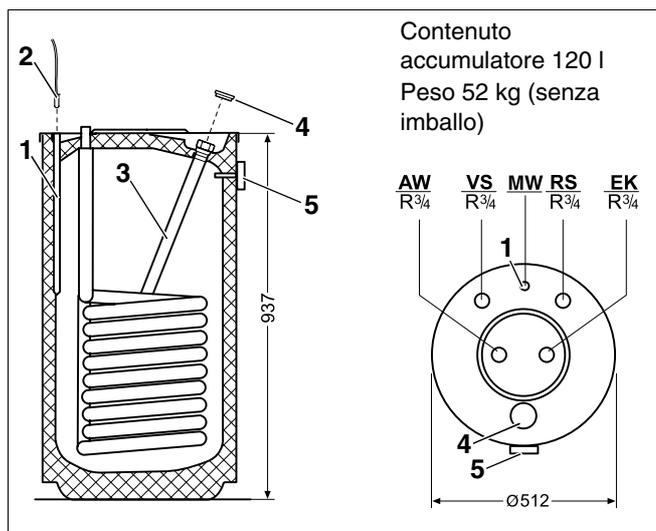

Fig. 1 Attacchi e dati tecnici (Dimensioni in mm)
- Inserire il sensore temperatura acqua calda (fig. 1, **pos. 2**) con il morsetto a molla fino all'arresto sul fondo del tubo del sensore (fig. 1, **pos. 1**).
Per indicare la temperatura dell'acqua calda è montato un termometro (fig. 1, **pos. 5**).
- Chiudere l'entrata di acqua fredda (EK). Per areare aprire il rubinetto posto più in alto.
- Togliere il tappo di materiale sintetico con un cacciavite (fig. 1, **pos. 4**).
- Svitare l'anodo di magnesio (fig. 1, **pos. 3**).
- Verificare il livello della riduzione dell'anodo di magnesio (fig. 1, **pos. 3**). Cambiare l'anodo di magnesio se il diametro si è ridotto a circa 15 – 10 mm (quando è nuovo è di 26 mm Ø).